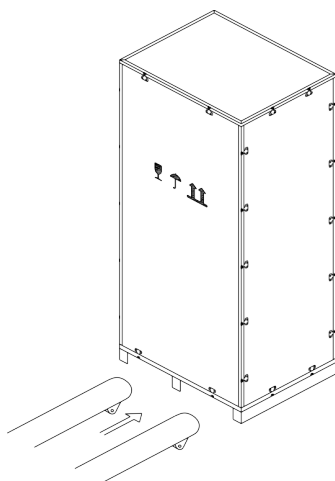

Рисунок 3.3. Перемещение оборудования
2. В процессе разгрузочных работ и перемещения оборудования следует использовать вилочный погрузчик (см. рис. 3.3).